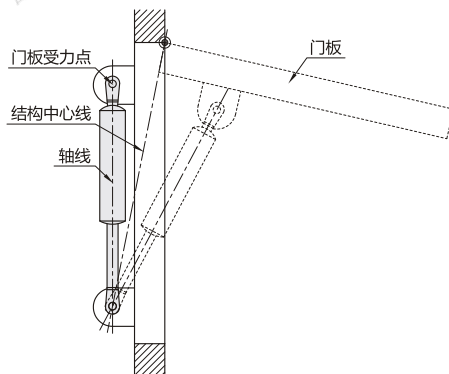

图3
- 3、支点安装位置是氮气弹簧能否正确进行工作的保证，当关闭时让门板受力点移过结构中心（图3），否则氮气弹簧会经常自动将门推开。